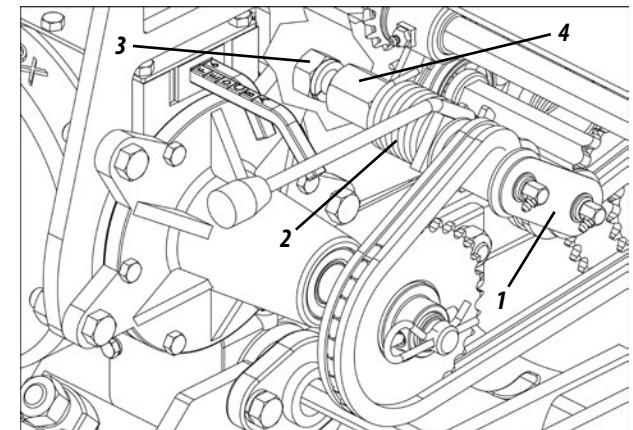

Figura 53
ESTICADOR OSCILANTE (FIGURA 53)
O esticador (1) é dotado de mola de torção (2) para maior flexibilidade do mesmo. Se necessário maior pressão no esticador, solte a porca interna (3) do mesmo , gire o eixo (4) passando o engate da mola (2) para o outro dente da roseta do eixo e reaperte novamente a porca interna (3), **conforme mostra a figura 53.**